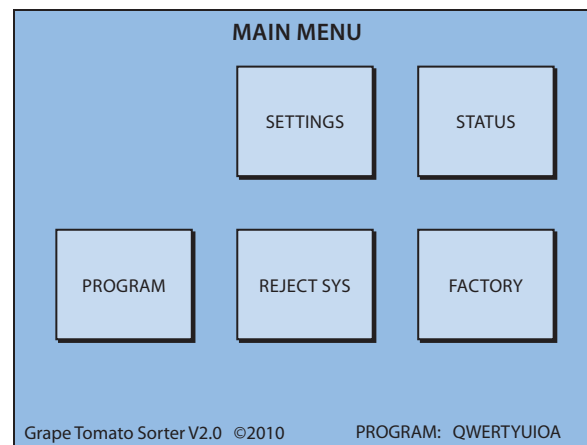
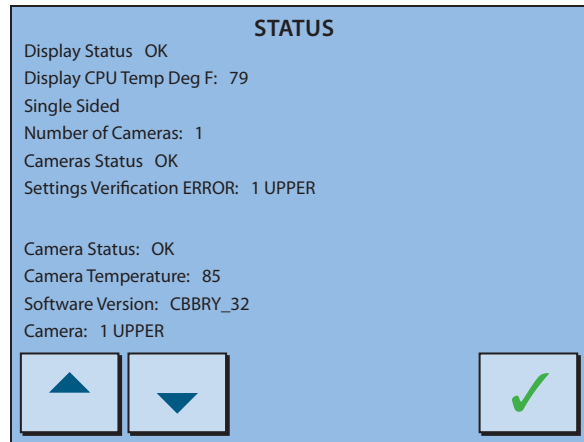

Figura 1.1
Figura 2.0
El menú principal (figura 1.1) proporciona acceso a todos los subsistemas siguientes, excepto los de la fabrica (**FACTORY**) que son para los técnicos de servicio de WECO.
Al presionar el botón de opción de estado (**STATUS**) el menú principal (figura 1.1) muestra la pantalla arriba (figura 2.0). Esta pantalla da información importante sobre la salud general de la sistema del clasificador. En el Clasificador de 48" con un tubo óptico es posible desplazarse a través de las seis cámaras. Nota: Hay dos cámaras en el transportador de rechazo de cruz. Al pulsar las flechas arriba o abajo, observe las cámaras y el estado de estas (**CAMERA STATUS**) debe de decir "OK". Si un error (como se demuestra en la figura 2.0) esta presente:
Si un error (como se demuestra en la figura 2.0) esta presente:
2. Pulse **PROGRAM** del Menú Principal (figura 1.1) De esta pantalla, pulse la marca de
Para acceder esta pantalla, pulse **PROGRAM** de la figura 1.1.